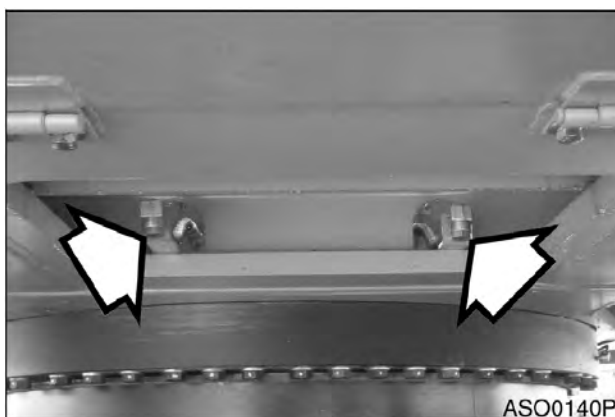

Рис. 69
2. Открыть сливное отверстие (рис. 69).